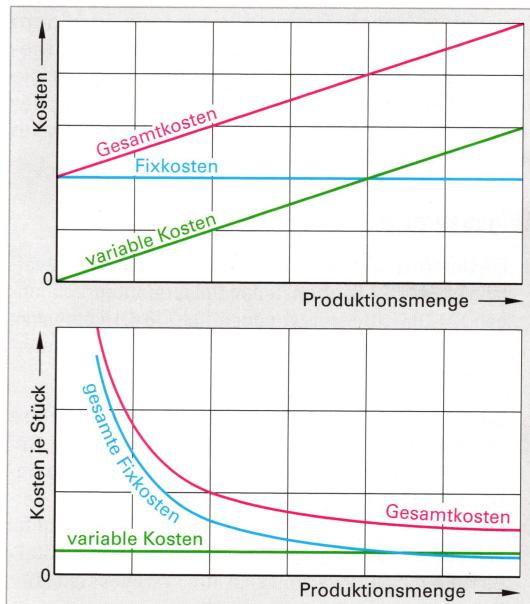

Bild 1: Kosten in Abhängigkeit der Produktionsmenge
- Mithilfe der Tabelle aus Aufgabe 5 sind mit einem Grafikprogramm, z.B. mit dem Diagrammassistenten von EXCEL, Diagramme entsprechend **Bild 1** zu erstellen.